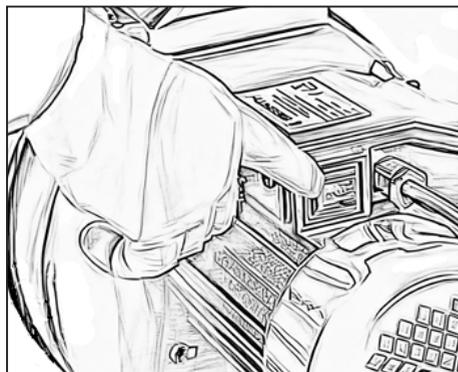

Fig. 6
- Coloque el interruptor de encendido/apagado en "ON". (Fig. 6)